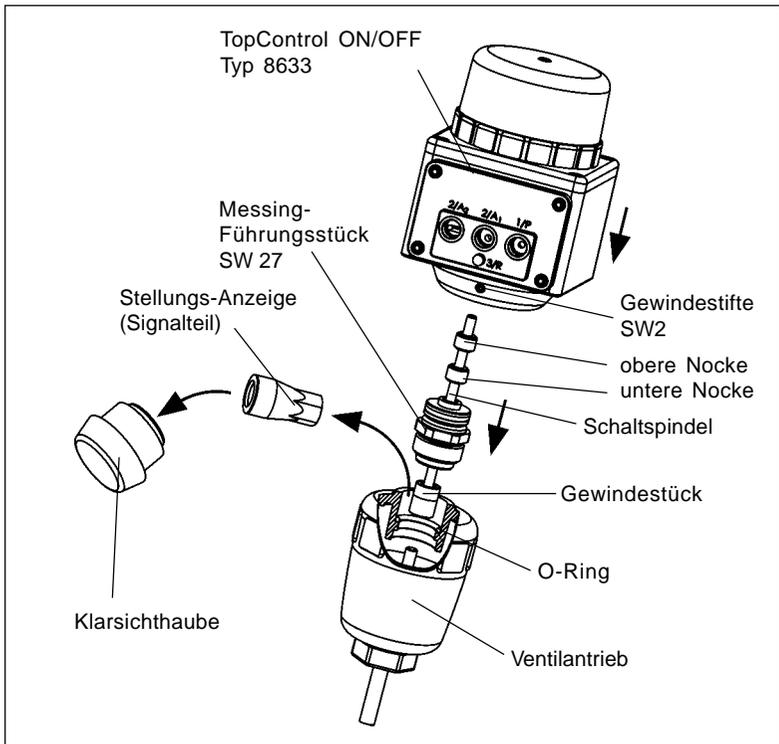

Bild 2 Montage des TopControl:
- Fixieren Sie anschließend das **TopControl**-Gehäuse durch mäßiges Festziehen der zwei Gewindestifte mit Innensechskant SW2 (**max. 0,4 Nm**) an der Gehäuse-Unterseite (siehe Bild 2).
- Lösen Sie die seitlich im Gehäuse versenkten Gewindestifte (Innensechskant SW2) (siehe Bild 2).